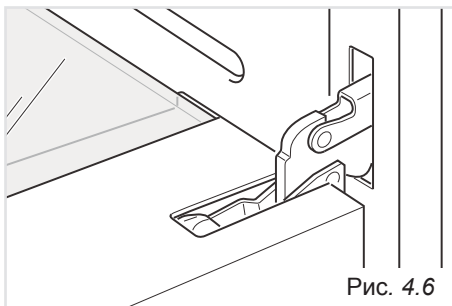

Рис. 4.6
- Полностью откройте дверцу духового шкафа (Рис. 4.6).